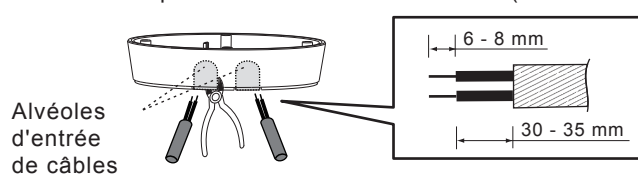

FIG. 12
3.4.3.2 Pour acheminer les câbles d'alimentation c.a. dans le côté du boîtier de jonction, utilisez les pinces et cassez les alvéoles d'entrée de câble défonçables aménagées sur le côté du boîtier de jonction, puis passez les câbles dans les alvéoles. Dénudez entre 6 et 8 mm de gaine de câble pour effectuer les raccordements (Voir la FIG. 12).